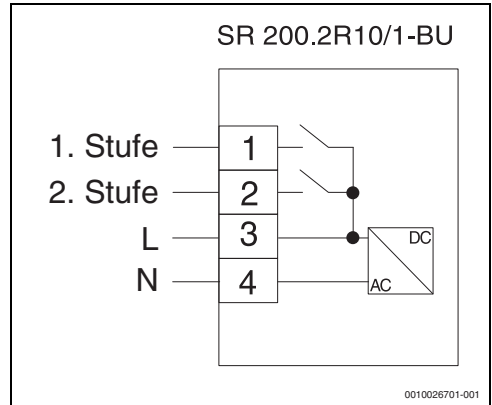

Bild 13 Anschlussplan des Raumreglers
- ▶ Kabel absolieren und gemäß Anschlussplan (→ Bild 13) an die Schraubklemmen anschließen.